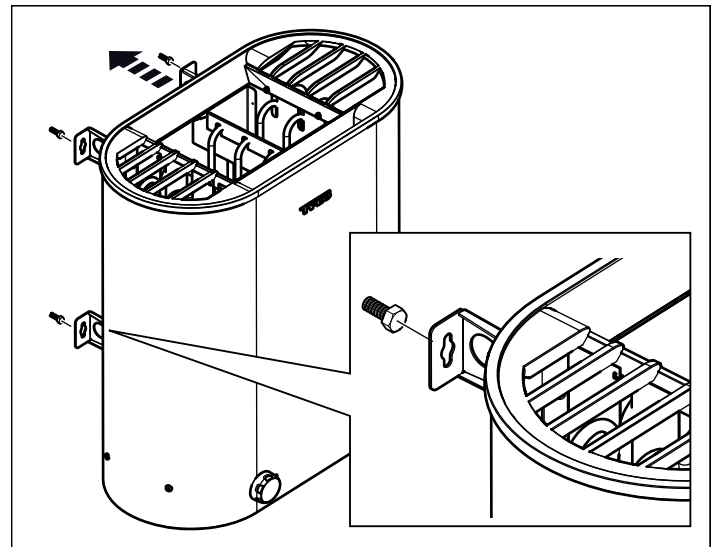

Fig 9: Fixer le poêle
7. Fixer le poêle sur les vis voir Fig 9, page 15.